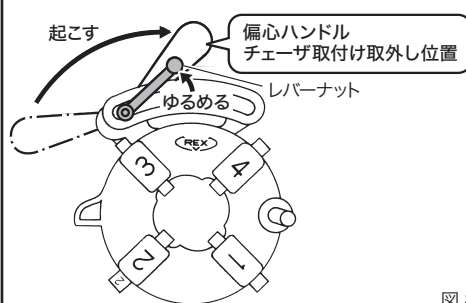
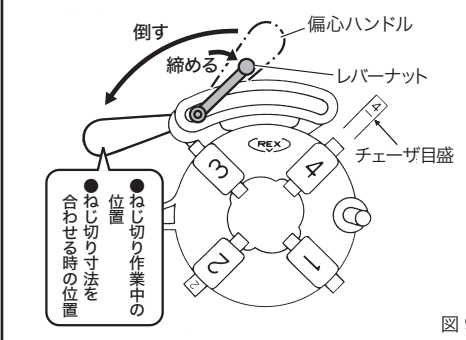

図 8
図 9
a. チェーザの取外し方 (図 8)
- ①偏心ハンドルを図の方向に起こしてレバーナットをゆるめ、偏心ハンドル部を左端いっぱいの位置までよせてください。これで 3 番と 4 番のチェーザが取り外れます。
- ②次にダイヘッドを起こすと 1 番と 2 番のチェーザが取り外れます。
b. チェーザの取付け方 (図 9)
- ①ダイヘッドをチェーザを取り外した状態にします。
- ②ダイヘッドの 3 番と 4 番の溝番号に同じ番号のチェーザをチェーザノッチにはまり込むまで差し込んでください。
- ③次にダイヘッドを起こして 1 番と 2 番のチェーザを同じ溝番号に差し込んでください。